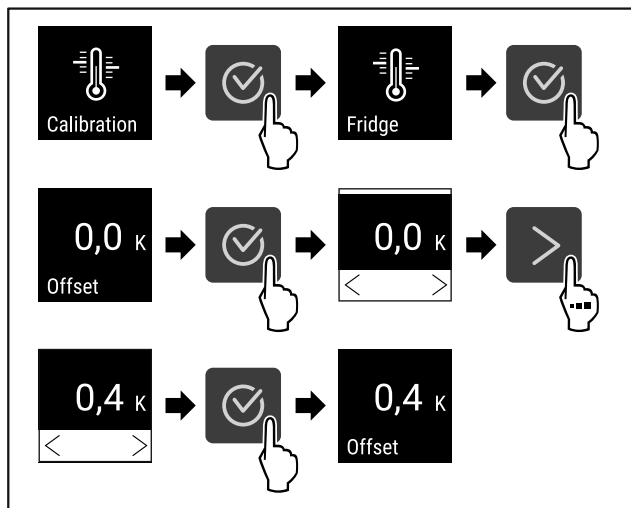

Fig. 111
- ▶ Eseguire i passi (vedere Fig. 111) .